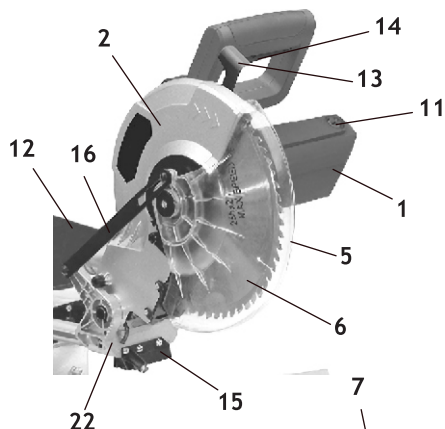
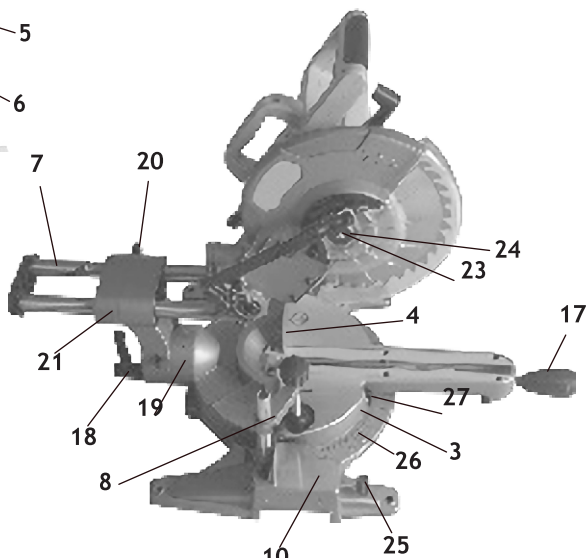

рис.1
рис.2
- Основным несущим узлом режущего блока пилы является металлический редуктор, выполненный с верхним защитным кожухом диска. К редуктору крепится пластиковый корпус двигателя (рис.1 поз.4), с закреплённой на нём рукояткой (рис.1 поз.2). Вертикальное перемещение режущего блока для реза обеспечивает суппорт режущего блока. Возвратная пружина на оси суппорта, возвращает режущий блок в исходное положение.
Заготовка на рабочем столе может быть повернута на угол от 0 до 45° за счёт поворотного стола (рис.1 поз.8). На основной рукоятке пилы расположены: рычаг блокировки защитного кожуха (рис.1 поз.1) и клавиша выключателя (рис.1 поз.3). Конструкция пилы позволяет осуществлять пропилы, кроме вертикальных (0° до 90°): косые пропилы материала под заданным углом от 0 до 45° относительно задней кромки заготовки в обе стороны (смещением поворотного основания) и наклонные пропилы с заданным углом (от 0 до 45°) относительно вертикальной оси влево.
Крутящий момент с якоря электродвигателя шестернёй передаётся на шпиндель, соосный с двигателем. На шпиндель, между опорным и зажимным фланцами крепится пильный диск (рис.1 поз.5). Диск является основным рабочим инструментом для резки выбранных материалов.
Металлическая станина (рис. 1 поз.9) пилы устанавливается на ровную горизонтальную поверхность. Для крепления пилы на верстаке (рабочем столе) в ножках станины имеются 4-е крепёжных отверстия. При пилении длинных заготовок в станину крепятся 2-е дополнительные опоры (рис.1 поз.20). Распиливаемая заготовка плотно прижимается к параллельному упору (рис.1 поз.7) и крепится к рабочему столу струбциной (рис.1 поз.21). На левой части параллельного упора, сверху, имеется подвижная планка (рис.1 поз.25). Ослабив винт фиксации (рис.1 поз.26), можно сдвинуть планку в сторону дополнительной опоры (рис.1 поз.20), увеличив таким образом, площадь опоры для заготовки.
Для отвода стружки в комплект поставки входит пылесборник (рис.1 поз.14), который крепится к патрубку неподвижного кожуха. К патрубку можно подключить промышленный пылесос.
Пила поставляется собранной за исключением: дополнительных упоров (рис.1 поз.20), пылесборника (рис.1 поз.14) и струбцины.
стола). В целях уменьшения вибрации пилы рекомендуется закрепить станину (рис.1 поз.9) к верстаку, используя крепёжные отверстия в ножках.
Разблокировать пилу из транспортировочного (нижнего) положения, вынув фиксатор вертикального перемещения режущего блока (рис.1 поз.16). При этом режущий блок возвратной пружиной повернётся в верхнее (рабочее) положение.
При пилении длинных заготовок, установить в станину опоры дополнительные (рис.1 поз.20) и зафиксировать их винтами (см. рис.3).
На патрубок пылеотвода установить пылесборник (рис.1 поз.14) (входит в комплект поставки) или подключить промышленный пылесос.
- разблокировать подвижный защитный кожух (рис.1 поз.6), отведя рычаг (рис.1 поз.1) от кожуха к рукоятке;
- включение двигателя пилы осуществляется нажатием на клавишу выключателя (рис.1 поз.3);
- снять со шпинделя зажимной фланец (рис.6 поз.31), использованный пильный диск (рис.1 поз.5) и опорный фланец;
Для регулировки поворотного стола (рис.1 поз.8) ослабьте фиксатор угла поворота рабочего стола (рис.1 поз.10), при этом поворотный стол можно свободно вращать вправо-влево.
Поворотный стол имеет точки фиксации на углах 0° , 5° , 10° , 15° , $22,5^{\circ}$, 30° , 35° , 40° , 45° . После установки поворотного стола в нужном положении - указатель (рис.1 поз.27) станины против нужного значения шкалы (рис.1 поз.17), затянуть фиксатор (рис.1 поз.10).
Режущий блок пилы можно повернуть влево от вертикали на угол до 45° , ослабив рукоятку-фиксатор (рис.1 поз.12).
Опустить режущий блок вниз и зафиксировать с помощью фиксатора вертикального перемещения режущего блока (рис.1 поз.16).
Зафиксировать поворотный стол (рис.1 поз.8) в положении 0° .
Проверить положение стрелки-указателя угла наклона (рис.2 поз.11). При необходимости ослабить винт крепления стрелки крестообразной отвёрткой, совместить её с 0° положением на шкале угла наклона (рис.1 поз.15) и затянуть фиксирующий винт.